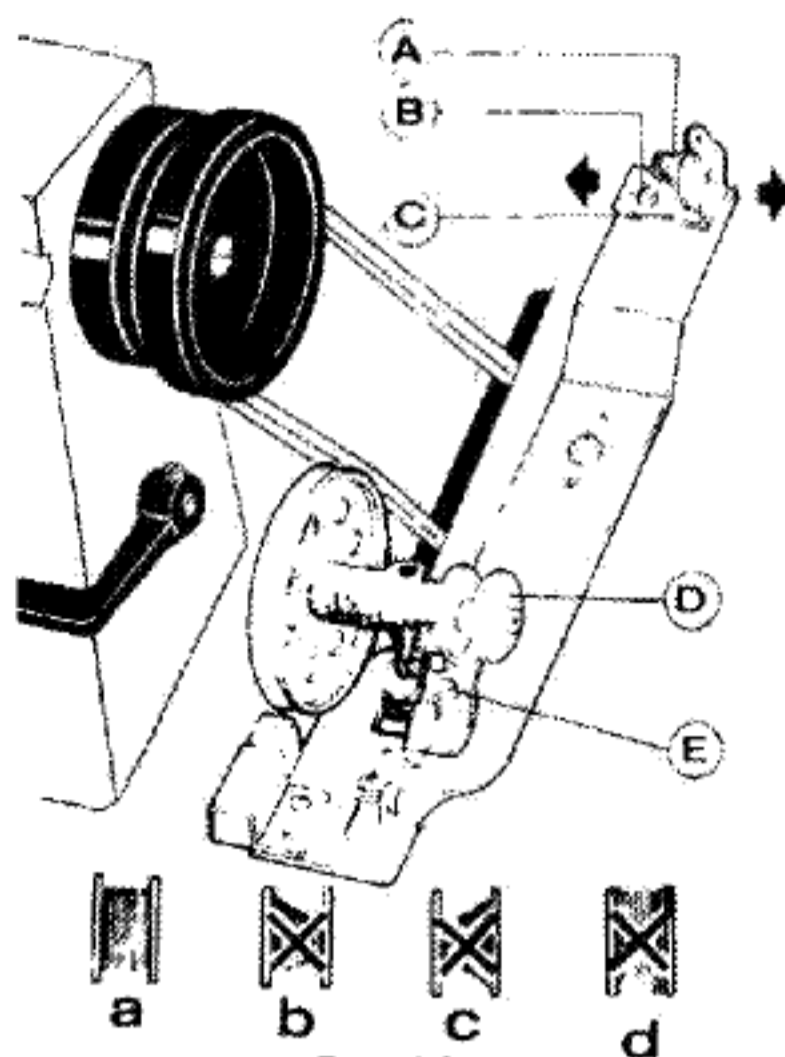

Рис. 16
(рис. 16)
2) Если намотанная нить не имеет цилиндрическую форму, как показано на рис. 16а, ослабьте винт натяжного держателя В и переместите натяжной держатель С влево или вправо или влево. Если нить наматывается на шпульку, как показано на рис. 16 б, переместите натяжную пластину вправо, если нить намотана, как показано на рис. 16 с, переместите натяжную пластину влево. После корректного размещения натяжной пластины затяните винт В.